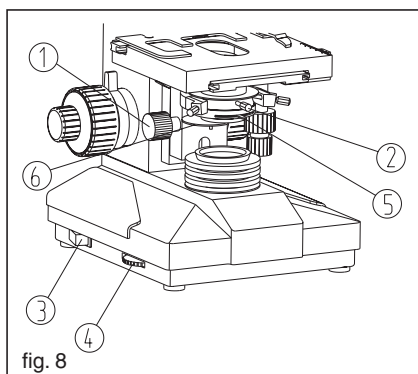
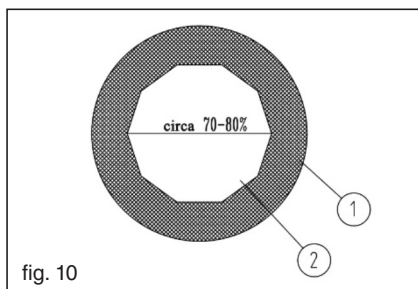

fig. 8
fig. 10
**Hinweis:** Lassen Sie den Lichtregler nicht zu lange auf der stärksten Einstellung, da sich ansonsten die Lebensspanne der Lampe reduziert. (Abb.8)
Der Hebel für die Aperturblende ⑤ kann gedreht werden, um die NA des Beleuchtungssystems (Abb.8) zu regulieren. Entfernen Sie das Okular und schauen Sie durch den Okulartubus, mit der Einstellschraube die Aperturblende einstellen, wenn das Blendenbild außermittig zur Objektivpupille ① ist. Drehen Sie die Aperturblende, um ein Bild mit einem zweckmäßigen Kontrast zu bekommen. In der Regel reicht eine Einstellung des Aperturblendenbilds ② auf 70-80 Prozent aus, damit das Bild in das Feld der Objektivpupille kommt. (Abb.10)
Para mover el condensador hacia arriba y hacia abajo gire el pomo de regulación de altura ①. El condensador se puede remover fácilmente desenroscando el tornillo de fijación ②. El filtro se puede fijar en el compartimiento dispuesto al efecto. (Fig.8)
**Nota:** No dejar el pomo de ajuste de la luminosidad al máximo por mucho tiempo a fin de evitar reducir la vida útil de la lámpara. (Fig.8)
La palanca de apertura del diafragma ③ se puede girar para regular la NA del sistema de iluminación (Fig.8). Remover los oculares y mirar a través del tubo, si la imagen del diafragma es excéntrica con respecto al objetivo utilizar el tornillo de regulación ①. Regular la apertura del diafragma para obtener una imagen con un buen contraste. Normalmente regulando el diámetro de apertura de la imagen del diafragma ② al 70-80 por ciento del objetivo se obtiene un buen resultado. (Fig.10)